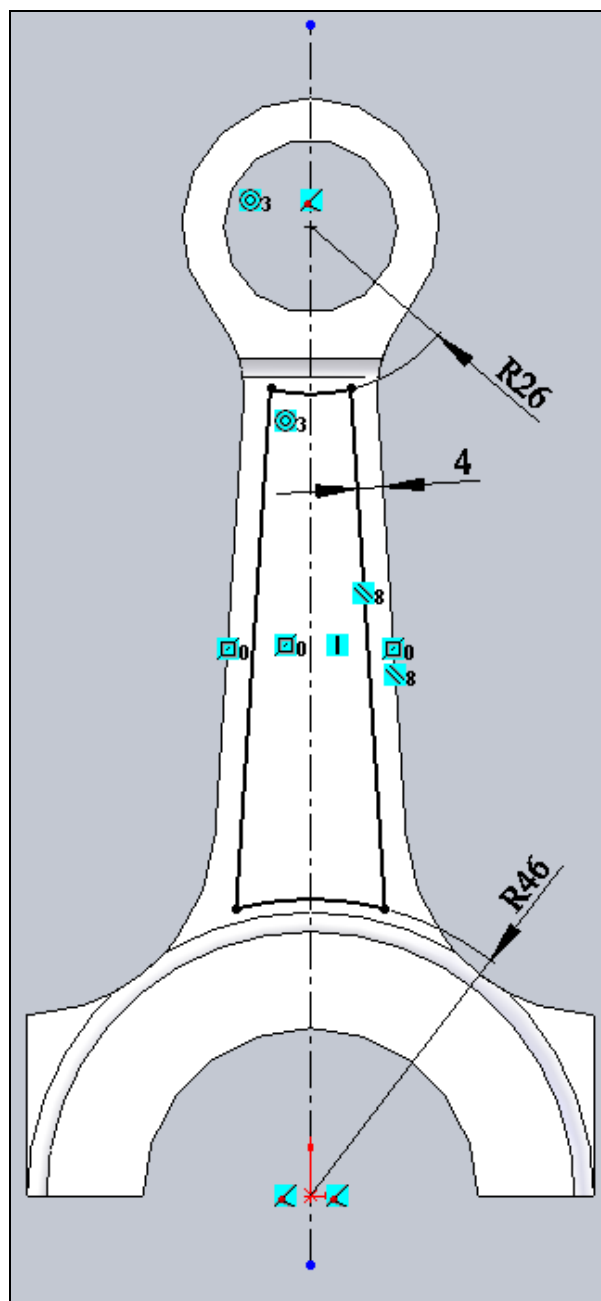

Рис. 2.32. Эскиз выреза в стержне
7. Сделаем вырез в стержне шатуна для его облегчения. Для этого щелкните мышью по передней грани шатуна в районе стержня и создайте эскиз, показанный на рис. 2.32.